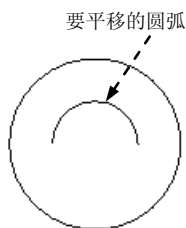

图 4.7.11 平移图元
(1) 平移。平移 (**平移**) 工具用于移动 2D 图元、注释和球标。平移可以使用参数来精确地移动对象, 其操作过程如下。
Step2. 在功能选项卡区域的 **草绘** 选项卡中单击“平移”按钮 **平移**, 选取图 4.7.11 所示